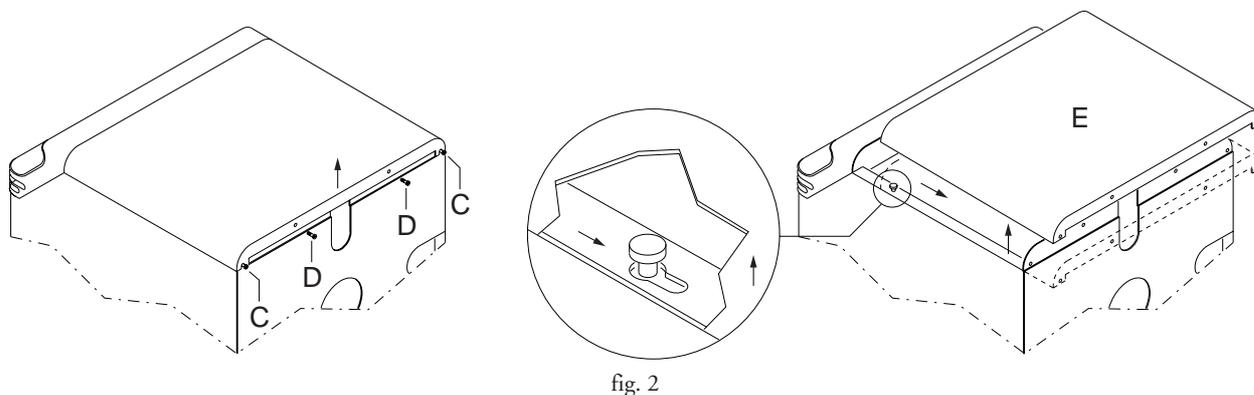

fig. 2
- togliere le viti D ed allentare le viti di bloccaggio C (fig. 2)